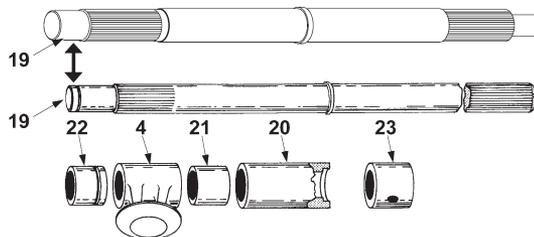

Figure 9
- B. Placez le corps de vanne (1) sur une surface plane de sorte que le siège soit orienté vers le bas.
- C. Enduisez le guide inférieur (22) avec le lubrifiant recommandé et insérez-le dans le corps.
Remarque : La rainure dans le guide (22) doit être orientée vers le centre du corps. Consultez la Figure 9 pour disposer de la bonne séquence d'assemblage. Si l'arbre (19) est du modèle précédent, il peut comporter une rainure circulaire. Dans ce cas, installez la bague de retenue (18).